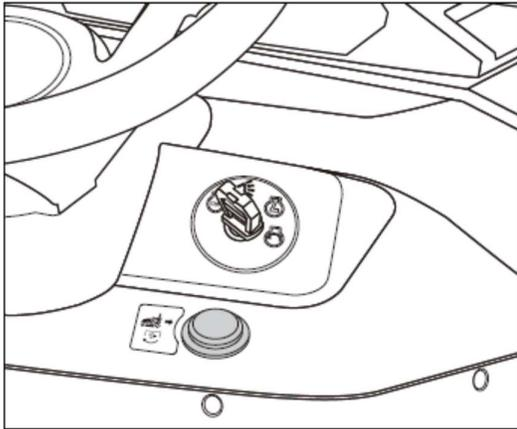

Fig.21
2. Mantén pulsado el botón M-I-R. (Fig.21)